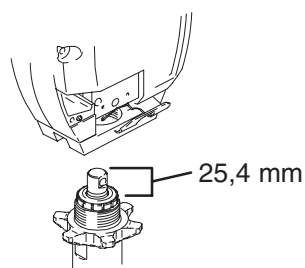

Fig. 20
1. Fig. 20. Sortir la tige de piston de 25,4 cm. Visser la pompe jusqu'à ce que les trous des plaques de capotage et de la tige de piston soient l'un en face de l'autre.